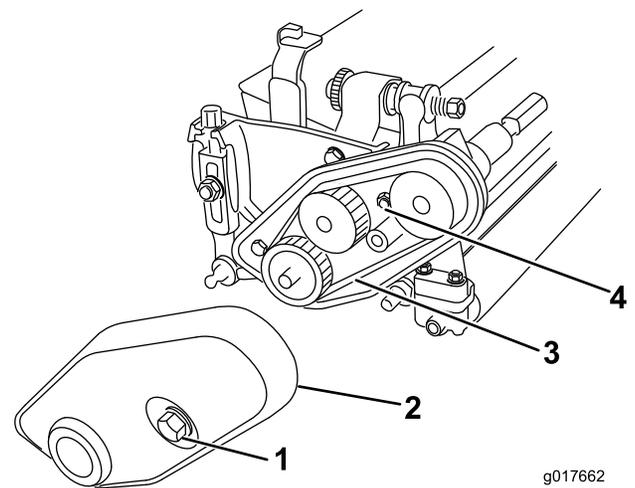

Figure 3
7. Desserrez le boulon captif qui fixe le couvercle de courroie au côté gauche du plateau de coupe, jusqu'à ce qu'il soit possible d'enlever le couvercle (*Figure 3*).
8. Desserrez l'écrou de tension de la courroie et enlevez la courroie (Figure 3).